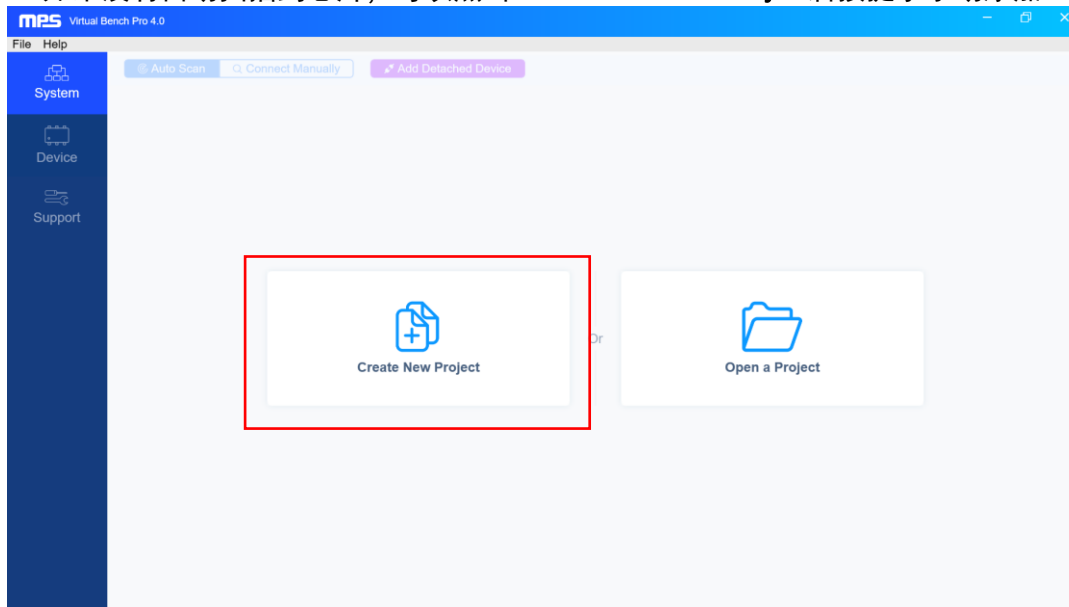

图 8：打开 GUI 软件
1. 打开 Virtual Bench Pro 4.0。 点击 **“Create New Project”**，软件会自动扫描正确连接的芯片（图 8）。如果没有自动扫描到芯片，可以点击 **“Connect Manually”** 后按提示手动添加。